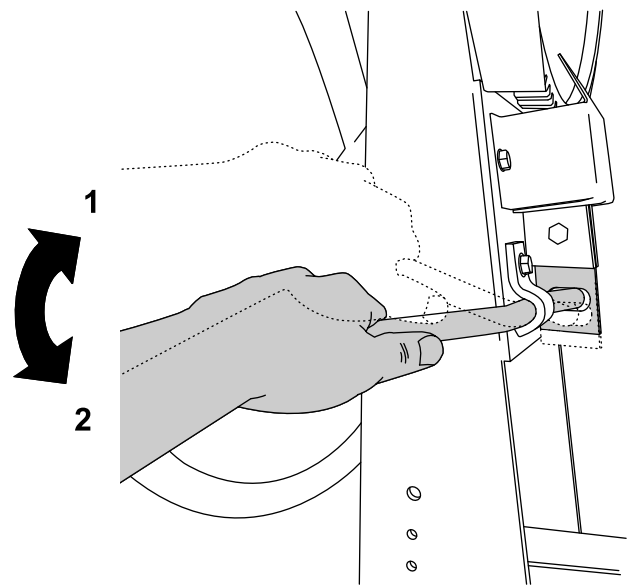

Figura 16
3. Bloquee el tambor en esa posición presionando hacia abajo la palanca del freno de volteo del tambor (Figura 16).